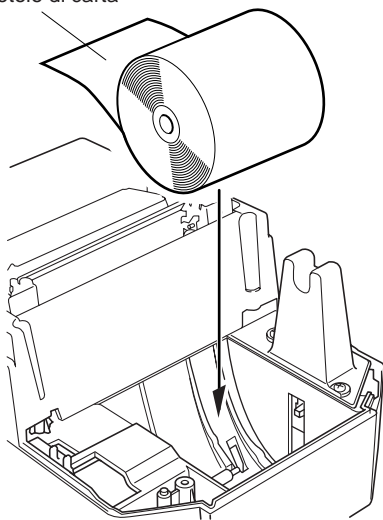

Fig. 6-5 Inserimento della carta
- ④ Osservando l'orientamento del rotolo, collocare il rotolo di carta nel vano come mostrato in Fig.6-5.
- ⑤ Inserire il bordo della carta nell'alimentatore della carta. Se è inserito correttamente, il bordo della carta passa attraverso l'uscita della carta.
- ⑥ Inserire l'estremità superiore della carta nella fessura della barra di strappo e quindi montare il coperchio con il procedimento inverso di quello usato per rimuovere il coperchio al punto ① sopra.